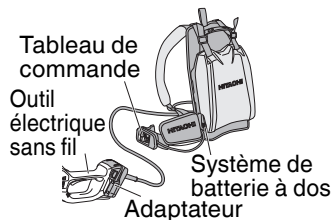

Fig. 12
1. Vérifiez que l'interrupteur principal est en position OFF. (Fig. 12)
4. Branchez l'adaptateur sur l'outil électrique sans fil. (Fig. 12)